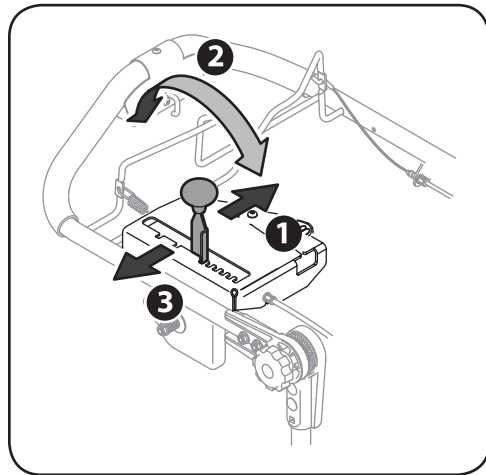

Figure 4-4
- a. Poussez le levier légèrement vers la gauche. Voir (1) Figure 4-4.
- b. Déplacez-le à la vitesse désirée. Voir (2) dans Figure 4-4.
- c. Insérez le levier dans la rainure appropriée. Voir (3) dans Figure 4-4.